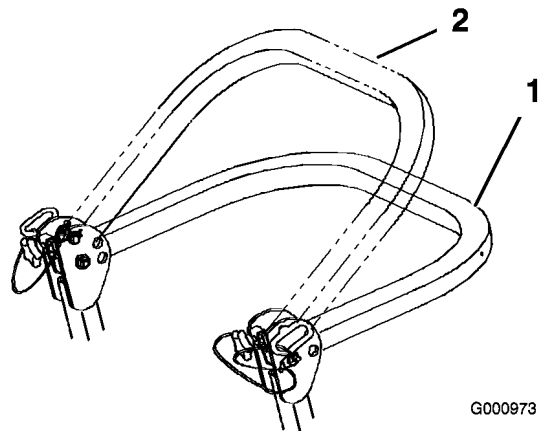

Figura 6
3. Abbassate il roll bar. Il roll bar può essere abbassato in due posizioni, riportate nella Figura 6.